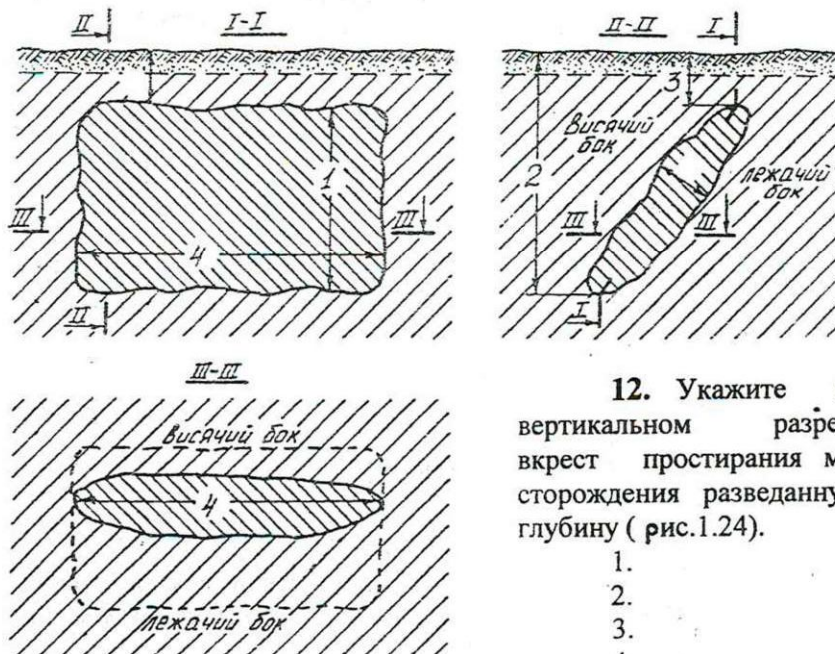

Рис. 1.24
12. Укажите на вертикальном разрезе вкrest простирания месторождения разведанную глубину (рис.1.24).